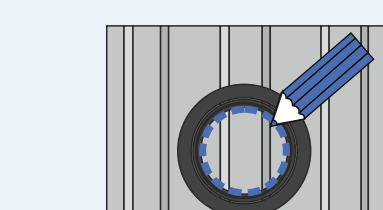
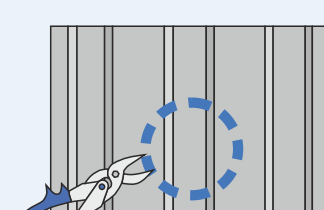

Рис.1
Рис.2
3. EPDM манжета монтируется по центру волны. Приложите манжету к кровельному покрытию (рис. 1), разметьте по внутреннему диаметру окружность и вырежьте отверстие (рис. 2) при помощи инструмента для резки стали.